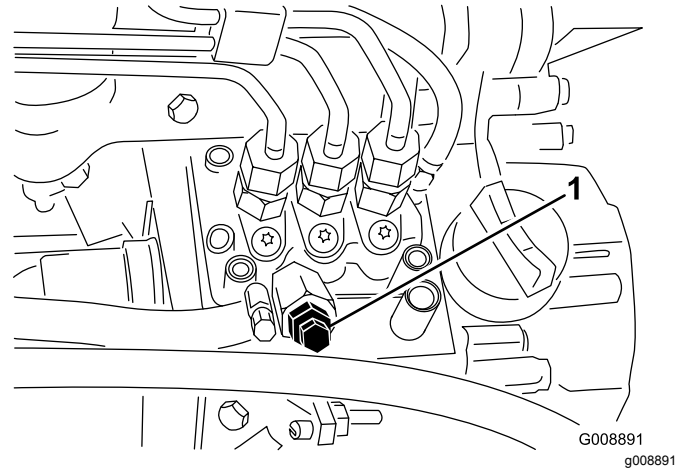

Figura 42
4. Aprite la vite di spurgo dell'aria situata sulla pompa d'iniezione (Figura 42).